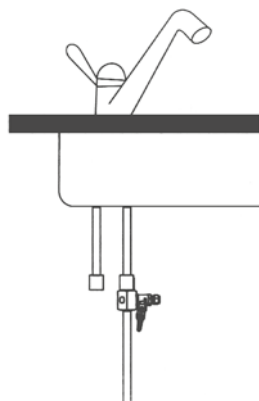

Рис. 10
2.3. Установите узел в сборе в разрыв гибкой подводки смесителя, как показано на **рис. 10**. Используйте гаечный или разводной ключ.